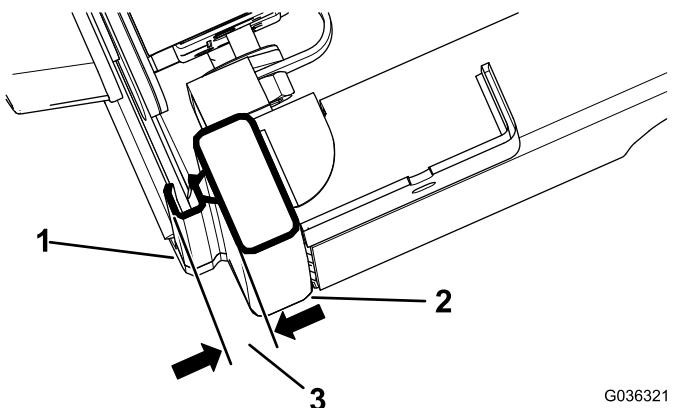

Figura 11
- Cierre la puerta por completo y mida la altura del sello tipo burbuja hasta la superficie sellante del raíl de la cabina y asegúrese de que la medida se encuentra entre 1,9 y 2,2 cm, tal y como se muestra en la Figura 11.
- Apriete la contratuerca una vez que el pasador del cierre llegue a entre 1,9 y 2,2 cm, tal y como se muestra en la Figura 11.